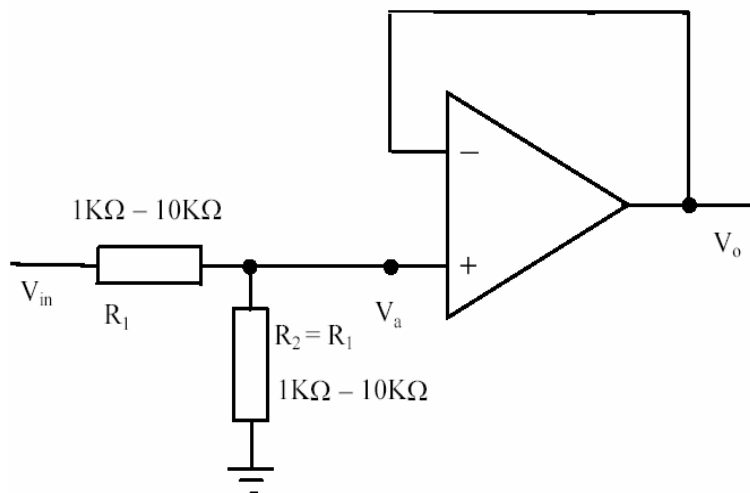

Рис. 16. Измерение коэффициента ослабления синфазного сигнала
1. Реализуйте схему, изображенную на рис.16. Не забудьте подключить питание к ОУ.